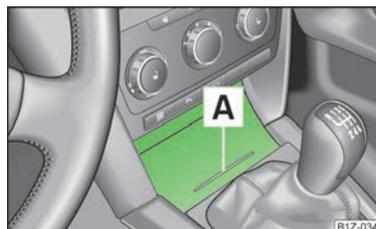

Fig. 72
► Presionar la parte inferior de la tapa del compartimento portaobjetos en la zona **A** » fig. 72, la tapa se abrirá.